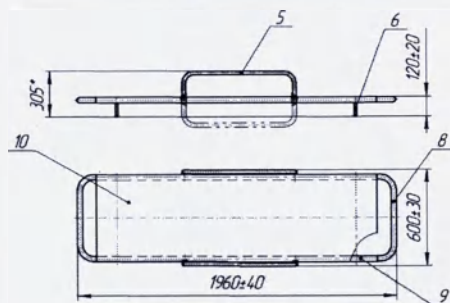

Рисунок 2. Носилки жесткие НЖ-1ММ
4.3. Носилки жёсткие НЖ-1ММ (см. рисунок 2) состоят из: